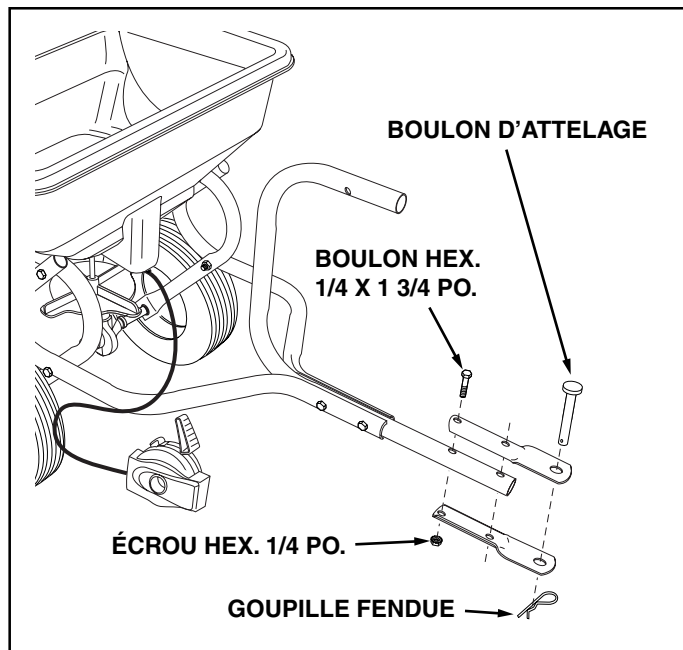

FIGURE 3
4. Montez les supports de fixation de l'attelage sur le tube de commande de l'attelage en utilisant deux boulons hexagonaux de 1/4 x 1 3/4 et deux écrous hexagonaux de 1/4 po. Serrez. Voir la Figure 3.
5. Montez le boulon d'attelage dans les supports de fixation et fixez-la avec la goupille fendue de 1/8 po. Voir la Figure 3.